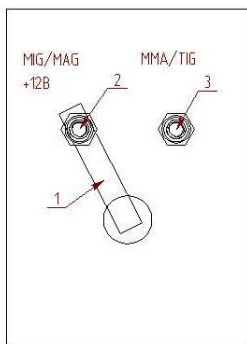

Рис.2 Коммутация режимов работы полуавтомата.
6.6.1. Закрепить кабельный вывод под крышкой полуавтомата (поз.?, рис.2) в соответствии с выбранным режимом работы.